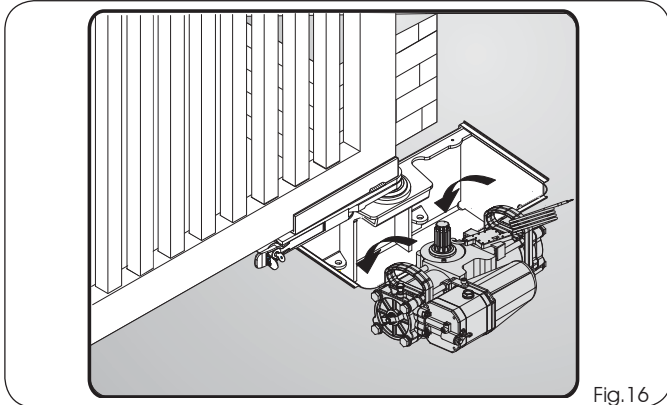
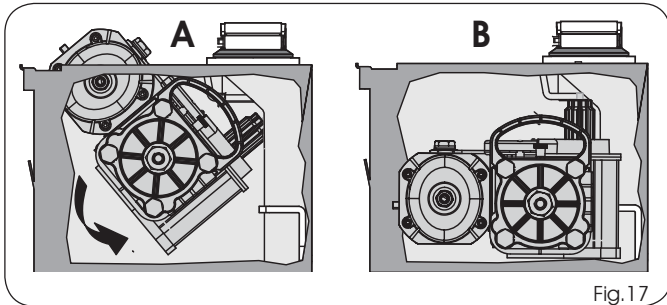

Fig.16
Fig.17
- 8) Introduire l'opérateur à l'aide des poignées spécifiques dans le caisson portant figure 16 et le positionner comme d'après la figure 17 A, B.